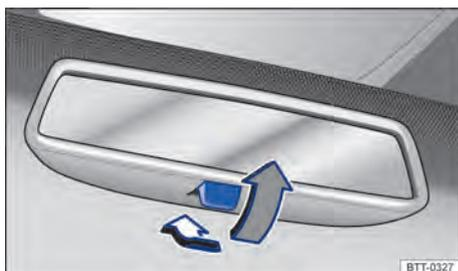

Fig. 105 No para-brisa: espelho retrovisor interno com antiofuscante manual.
- Para evitar o ofuscamento, puxar a alavanca para trás → Fig. 105.